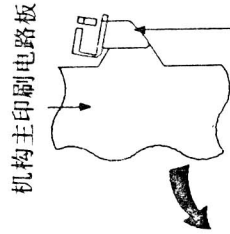

图59
⑦按图59中箭头所示方向转动机构主电路板,并从机构主电路板支持架上将电路板取下(这时,由于电路板与F/L蜗杆托架靠得很近,应将电路板轻轻地举起,以免电路